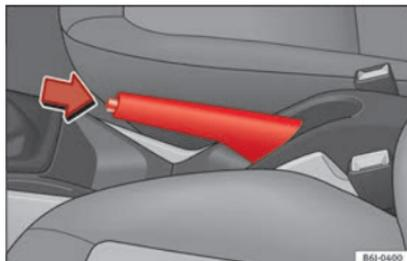

Abb. 132 Handbremse zwischen den Vordersitzen.
- Ziehen Sie den Hebel der Handbremse fest nach oben » Abb. 132.
– Ziehen Sie den Hebel etwas nach oben, drücken Sie die Entriegelungstaste in Pfeilrichtung »» **Abb. 132** und führen Sie den Handbremshebel ganz nach unten »» **△**.